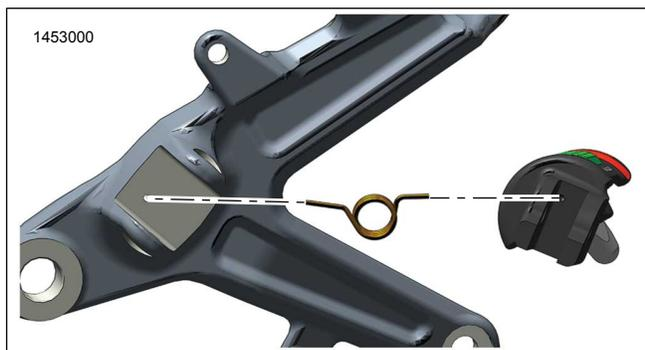
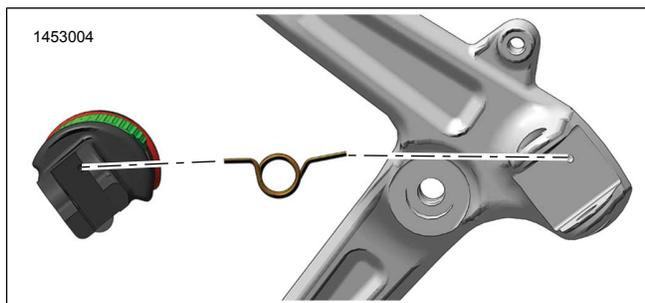

Figure 5. Orientation du ressort de rappel - droite
Figure 6. Orientation de ressort de rappel - gauche
2. Voir Figure 5 ou Figure 6 . Positionner le ressort de rappel (B) dans l'ensemble repose-pied.